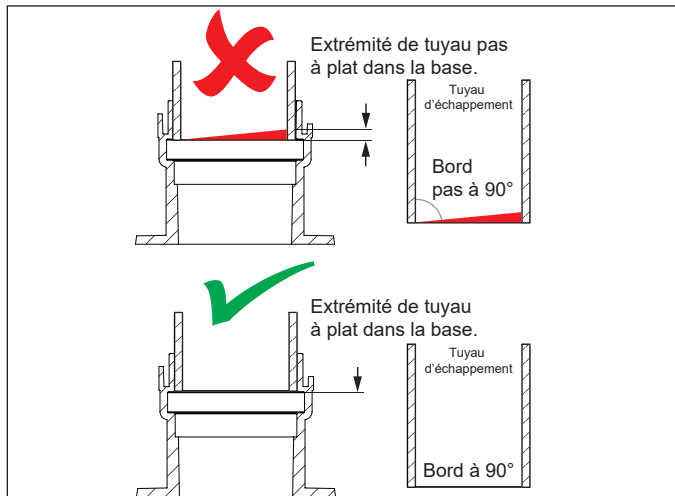

Figure 14 - Enfoncer le tuyau droit
- 1 Enfiler 5 cm (2 po) de tuyau droit jusqu'au fond dans les raccords d'admission ou d'évacuation des gaz de combustion (Figure 14). Les tuyaux doivent être insérés d'un minimum de 38 mm (1,5 po).